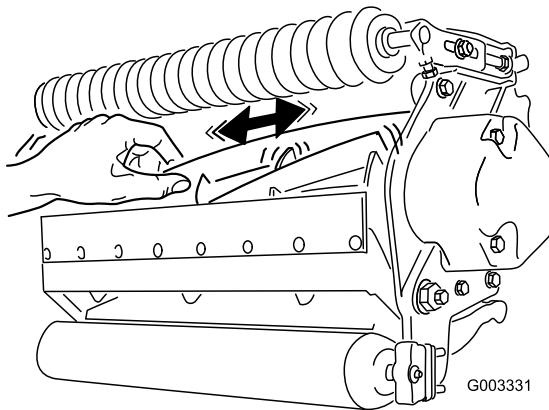

図23
2. ポロ布を厚く巻くか丈夫なパッドのついた手袋をして、カッティングユニットの刃の部分をつかみ、リールを左右に搖すってガタがあるかどうかを調べる(図23)。